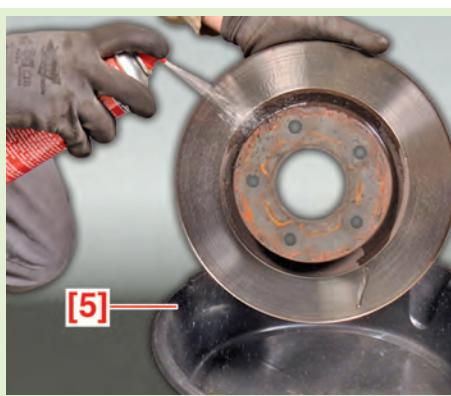

Fig.5
- sur le disque de frein neuf (Fig.5).